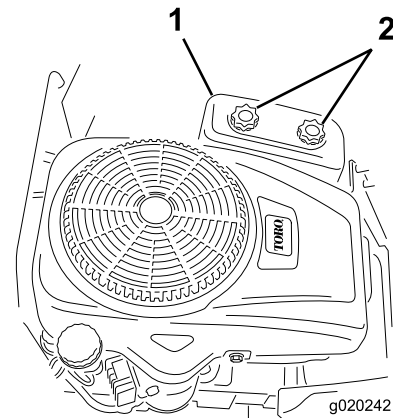

Bild 37
4. Schrauben Sie die zwei Handräder ab, um die Luftfilterabdeckung abzunehmen (**Bild 37**).
3. Setzen Sie die Luftfilterabdeckung auf und ziehen Sie die zwei Handräder an (**Bild 37**).